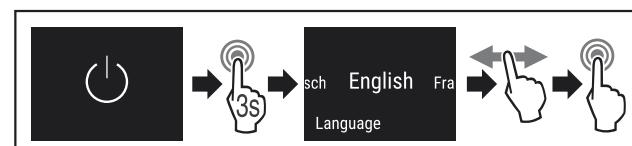

Fig. 49
- Выполните шаги действия (см. Fig. 49).